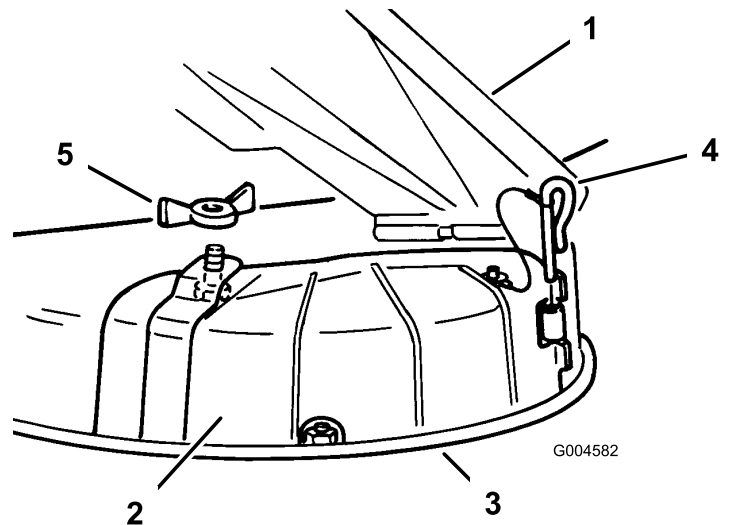

Bild 25
3. Heben Sie das Ablenkblech hoch und legen die Auswurfkanalabdeckung über die Öffnung und auf die untere Lippe des Mähwerks, wobei Sie die Abdeckung gleichzeitig in das vordere Scharnier stecken (Bild 25).
4. Schieben Sie den Scharnierstift durch das Scharnier (Bild 25).
5. Befestigen Sie die Auswurfkanalabdeckung mit der Flügelmutter am Mähwerk (Bild 25).